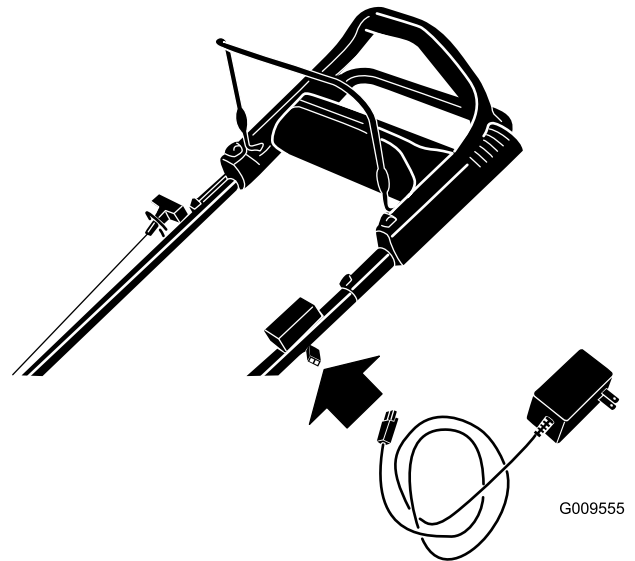

Figura 25
1. Conecte el cargador al arnés de cables de la máquina, situado debajo de la llave de contacto (Figura 25).